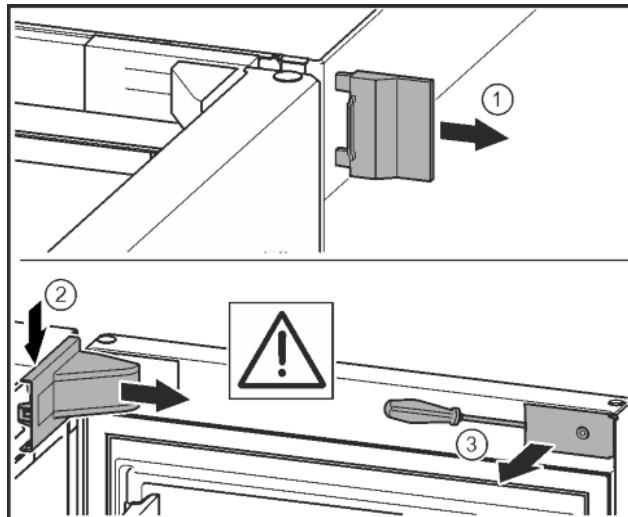

Fig. 10
- Снять внешнюю крышку. Fig. 10 (1)
- При помощи отвертки освободить крышку опорного кронштейна и отсоединить. Снять крышку опорного кронштейна. Fig. 10 (2)
- Шлицевой отверткой вывести накладку из зацепления и отвести в сторону. Fig. 10 (3)